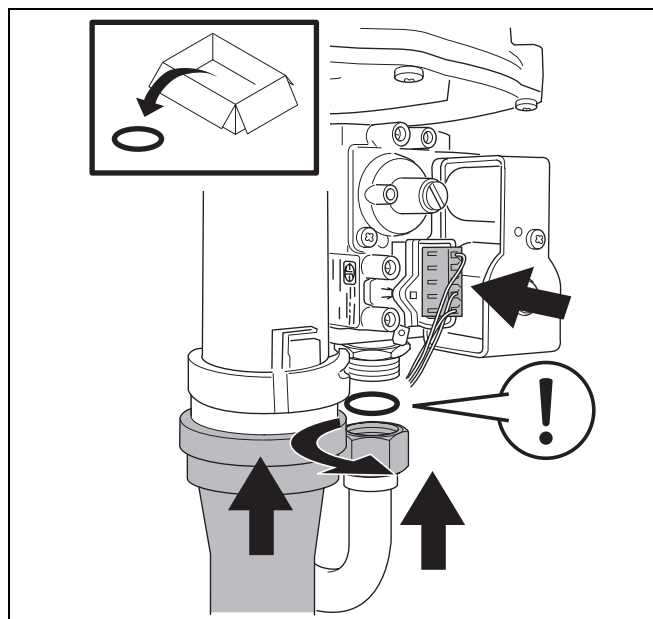

fig. 51 Rubberen vlakke dichtring vervangen
- Plaats een nieuwe rubberen vlakke dichtring (→ fig. 51, [1]) tussen de gasleiding en gasluchtunit.